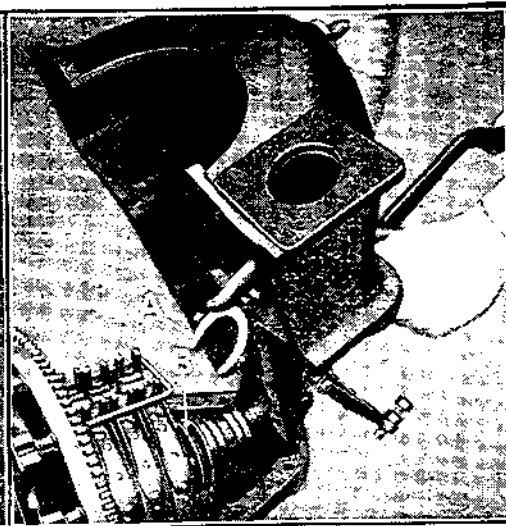

Fig. 305
- e) Passer le collier de débrayage (Voir A, fig. 305) dans la rainure arrière B de la bague de commande de l'embrayage. Descendre le couvercle jusqu'à ce qu'il repose sur le bloc de bois.